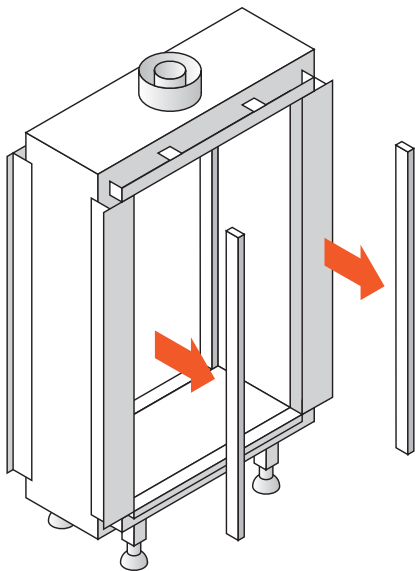

Abb. 9.2 Abneme die Seitenverkleidung
- Schrauben sie die obere Verkleidung ab (Abbildung 9.2).